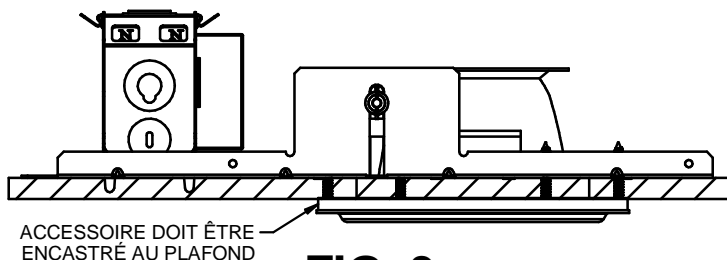

FIG. 3
2. À l'aide d'une perceuse-visseuse, insérez une des vis autotaraudeuses n° 8 directement dans le matériau du plafond et dans le cadre en plâtre. Ne serrez pas complètement. Répétez pour les vis restantes. Il est recommandé de serrer uniformément toutes les vis afin de garantir une installation correcte. L'anneau doit être à ras du plafond (Fig. 3).